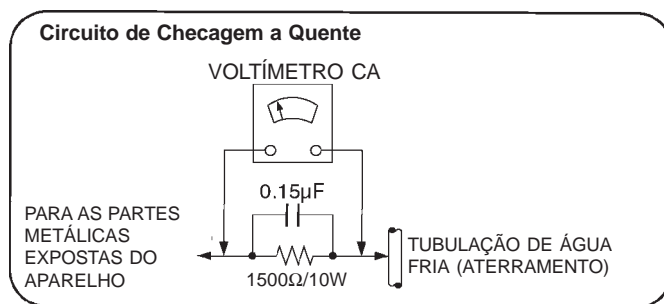

Figura 1
### 1.1.2. CHECAGEM A QUENTE DA CORRENTE DE FUGA (veja a figura 1)
2. Conecte um resistor de 1,5K $\Omega$ , 10 Watts, em paralelo com um capacitor de 0,15 $\mu$ F, entre cada parte metálica exposta no aparelho e um bom aterramento como por exemplo, uma tubulação de água, conforme o mostrado na Figura 1.